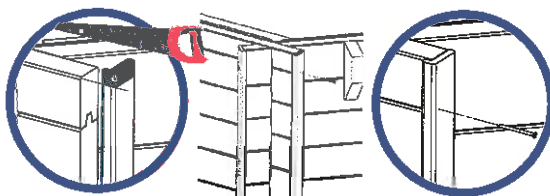

Figure 18
- Fixez le cache L à l'aide de 3 vis 4x60 également réparties sur la hauteur (figure 18).